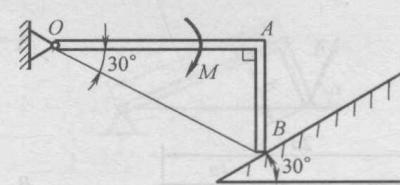

图 1-18
(25) 如图 1-18 所示, 直角弯杆 OAB 的 AB 段长度为 1m, O 端为光滑固定铰链支座, B 端放置于倾角为  $30^\circ$  的光滑斜面上。在弯杆上作用一力偶, 其力偶矩  $M = 100\text{N}\cdot\text{m}$ , 弯杆的自重不计, 则支座 O 处约束力的大小为 \_\_\_\_\_ N。